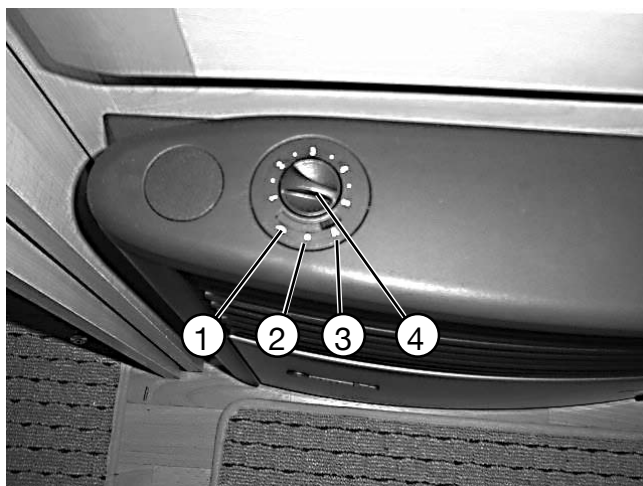

Figura 3
- Portare l'interruttore in posizione (1) (Figura 3).
- Impostare la potenza desiderata con la manopola (4).